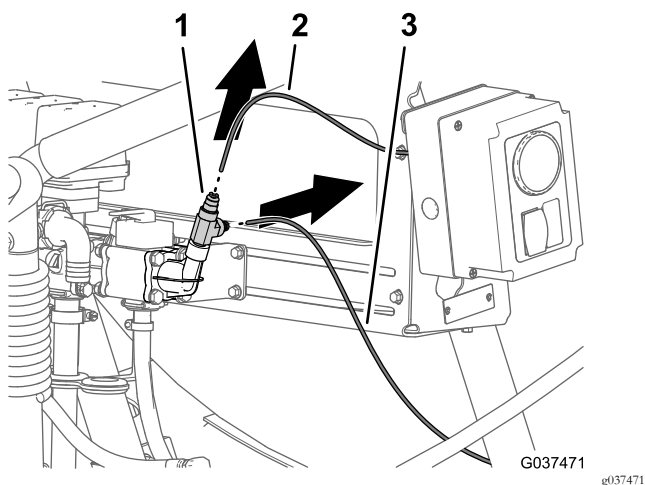
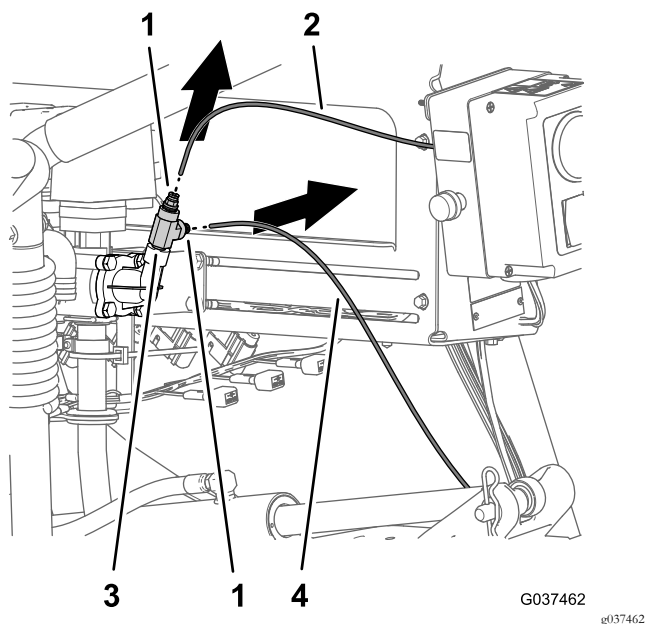

Figura 11
Figura 12
1. Pressione os anéis nos acopladores do tubo na união em T, na união da porta de pressão (Figura 11 ou Figura 12).
2. Retire o tubo sensor de pressão do indicador no painel do acoplador do tubo (Figura 11 ou Figura 12).
3. Retire o tubo sensor de pressão do indicador de pressão da pistola de pulverização ou do acoplador do tubo (Figura 11 ou Figura 12).